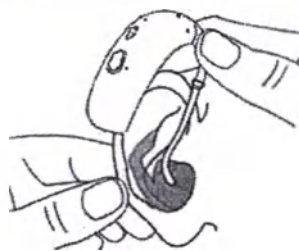

Рисунок 8 – Установка ушного вкладыша в слуховой проход
2.1.4.2 Оттяните вниз мочку уха и слегка вдавите ушной вкладыш в слуховой проход (рисунок 8).